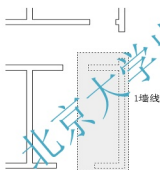

图 2.123 选择要合并的墙线
② 在选定的对象不是多段线, 是否将其转换为多段线? <Y>: 提示下, 按 Enter 键执行尖括号内的默认值“Y(Yes)”, 表示要将 1 墙线转化为多段线。
③ 在输入选项 [闭合(C)/合并(J)/宽度(W)/编辑顶点(E)/拟合(F)/样条曲线(S)/非曲线化(D)/线型生成(L)/放弃(U)]: 提示下, 输入“J”后按 Enter 键, 表示要执行【合并】子命令。
④ 在选择对象: 提示下, 按照图 2.123 所示的方法选择对象后按 Enter 键, 以确定将要合并的墙线。
通过步骤①~④的操作, 可以把在图 2.123 中选择的 10 条线和 1 墙线连成了一条封闭的多段线。